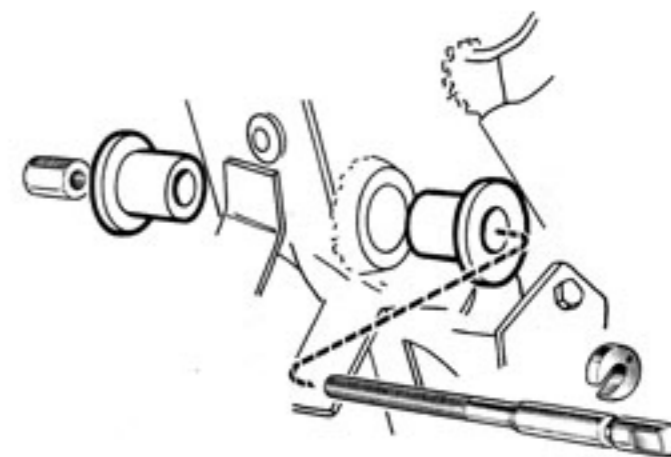

Fig. 4
- Remonter des bagues neuves à l'aide de l'outil d'emmanchement (réf. 1352, Fig. 4).